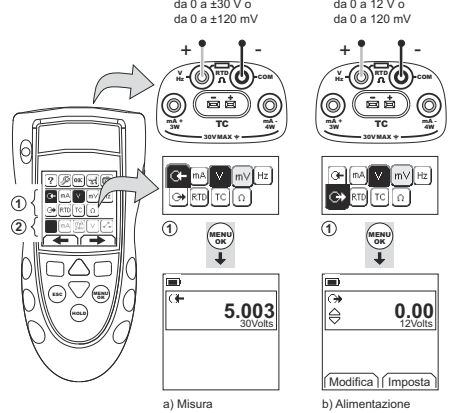
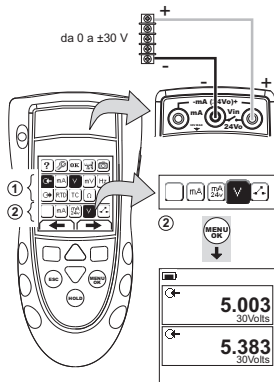

Figura 4: Esempio di configurazione – per misurare/alimentare in V o mV (Area ①)
Figura 5: Esempio di configurazione – per misurare i Volt (Funzione Duplice, area ②)
- Collegare lo strumento (Figura 4 e Figura 5) e, se necessario, modificarne il Setup (Tabella 1).